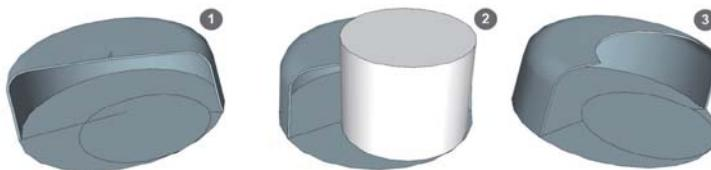

图 2.4.8 切割出内圆
- (6) 用路径跟随工具, 以大圆规划出的部分为路径完成放样后如图 2.4.8 ①所示。
- (7) 用推拉工具拉出地面上的小圆, 如图 2.4.8 ②所示, 准备做模型交错。
- (8) 模型交错后, 删除多余的废线面后如图 2.4.8 ③所示。